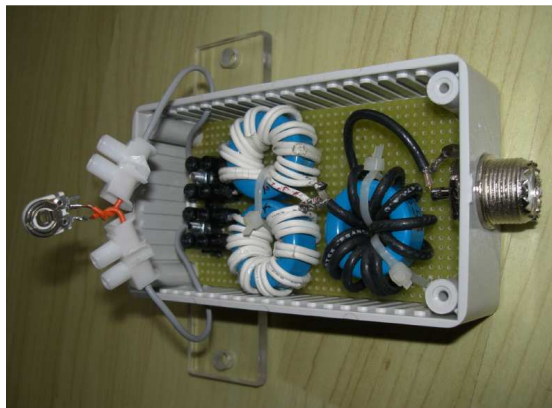

Bild 23
**Achtung:** Die in Bild 23 gezeigte Mess-Anordnung ist nicht perfekt und etwas fehlerhaft wie folgt: wie oben schon erwähnt, beginnt die effektive Antenne an der Lüsterklemme – also messen wir in der Messanordnung nach Bild 23 bereits Blind-Komponenten dazu!